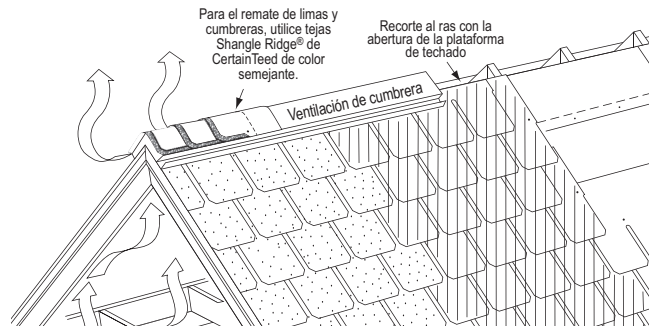

Figura 18-17: Instalación de tejas Shangle Ridge en la ventilación de la cumbrera.
- Si se instalan puntos de ventilación de tejas sobre cumbrera, (ver figura 18-17), estos deben coincidir con el ancho de 12" (305 mm) de los remates de lima y cumbrera. Asegúrese de seguir las instrucciones del fabricante de la ventilación de cumbrera. Para asegurar las tejas de remate a la ventilación de teja sobre cumbrera, utilice clavos galvanizados por inmersión en caliente, de longitud suficiente para penetrar 3/4" (19 mm) en la base o a través de ella.